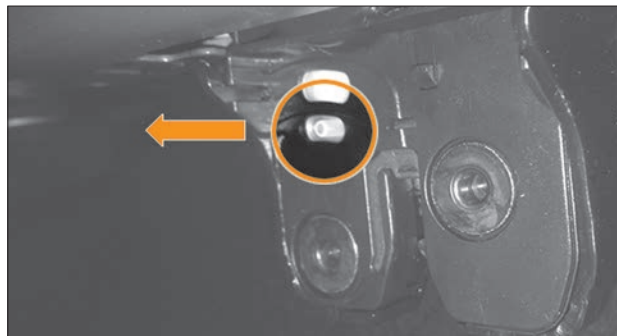

Рис. 1.4.4. Механическое открытие крышки/двери багажного отделения
**Механическое открытие крышки/двери багажного отделения:** в случае неисправности аккумуляторной батареи, ПДУ или центрального замка, замок крышки/двери багажного отделения можно разблокировать механически для ее открытия изнутри. Для этого требуется проникнуть в багажник из салона (через сложенные спинки заднего сиденья) и сдвинуть аварийный рычажок в замке крышки/двери багажного отделения (рис. 1.4.4).